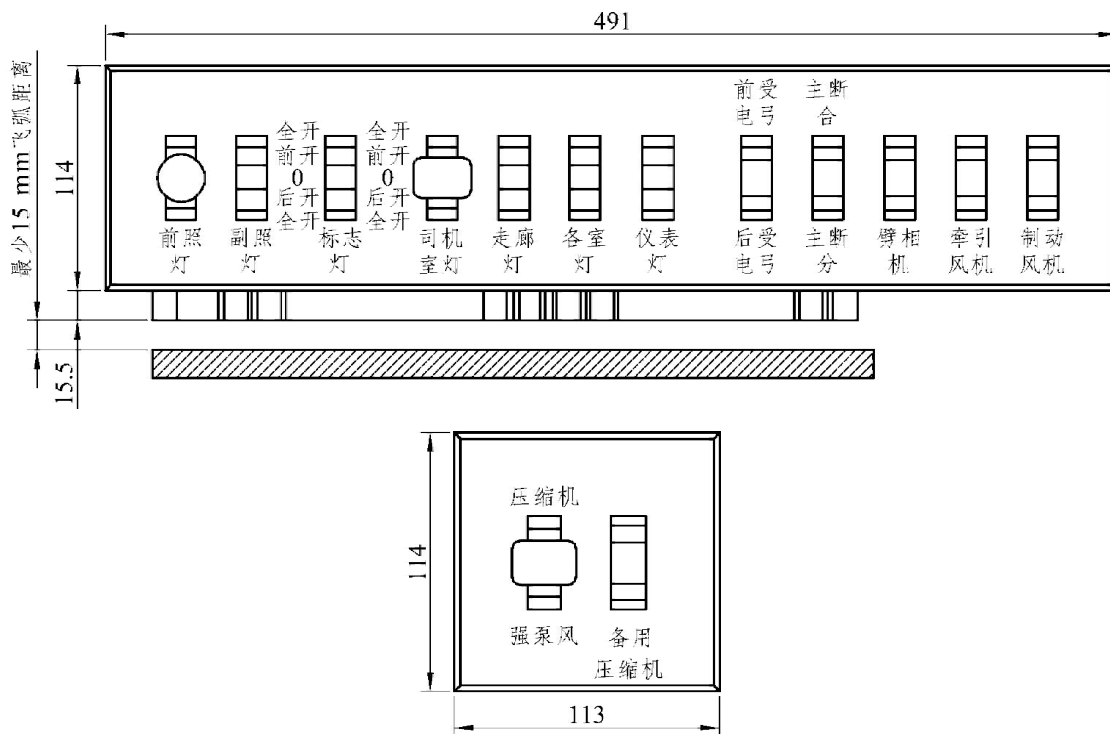

图 1.3 S460A、S470A 按键开关组外形和结构图
③ 用线路检测仪测量触头接触电阻应小于 250 mΩ，如果接触电阻较大则应更换。
(2) LW5 型转换开关按“LW5 型万能转换开关检修工艺”检修。
(3) 电气联锁开关 (见图 1.3) 检修。
① 检查连杆孔与万能转换开关轴，锁闭杆无裂损、弯曲、变形。
② 插入钥匙开关反复开、闭检查，联锁触头开闭可靠，动作不卡滞，联锁接触电阻不大于 250 mΩ，并在机械联锁各转动销孔处涂铁道脂润滑。